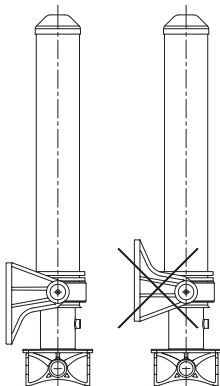

Imagen 23 - Montaje del soporte del chasis del cilindro tipo H
- El soporte no debe estar montado incorrectamente en el cuerpo (Imagen 23).